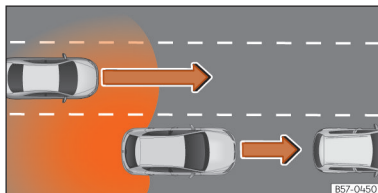

Fig. 117 Ultrapassagem com trânsito na parte traseira.
- Quando se é ultrapassado por outro veículo »» **Fig. 117.**